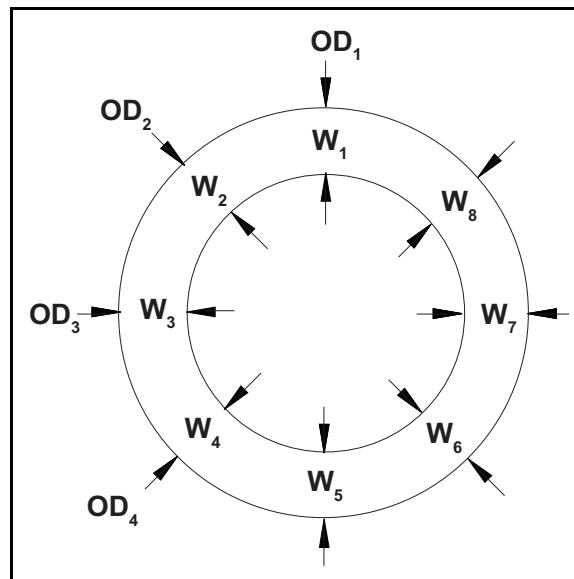

Figure 8: mesure de l'épaisseur de paroi
2. À présent, mesurez le *DE du tuyau* et l'*épaisseur de la paroi* sur huit points le long de la circonférence du tuyau à intervalles de 45°, comme illustré dans la *Figure 8* ci-dessous. Effectuez les mesures trois fois à chaque point et enregistrez les valeurs moyennes. Ensuite, utilisez la valeur moyenne des huit points comme épaisseur de paroi.
3. Pour déterminer le *facteur de correction* (K) des tuyaux non concentriques, calculez la moyenne du diamètre intérieur du tuyau (DI) et le diamètre intérieur du tuyau aux emplacements du transducteur. Ensuite, divisez le carré de l'ID moyen par le carré de l'ID aux emplacements du transducteur, comme illustré dans les équations ci-dessous, où OD_x est le diamètre extérieur à un point donné et W_x est l'épaisseur de la paroi au même point (comme illustré dans la *Figure 8* ci-dessus).